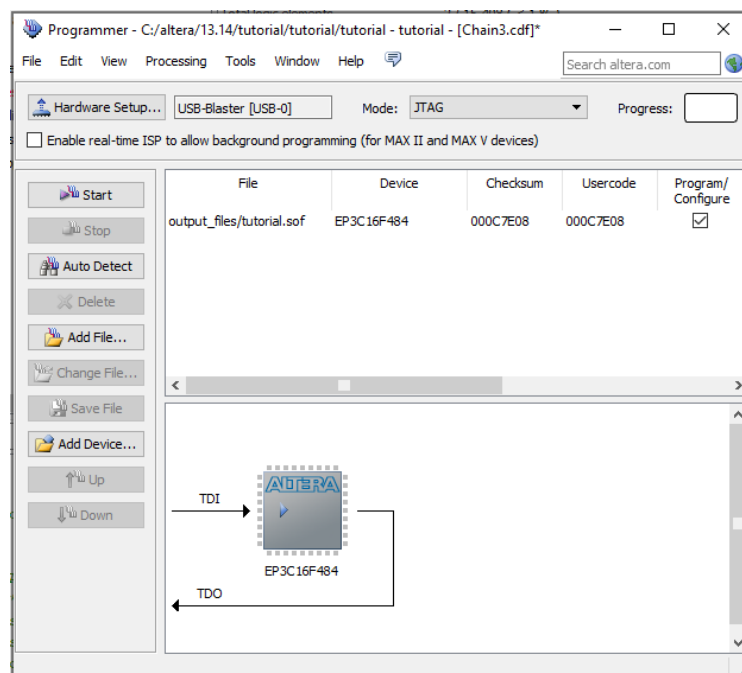

Figura 21
- 7- Presionar *Start...* y la programación comenzará. Ver Figura 21.